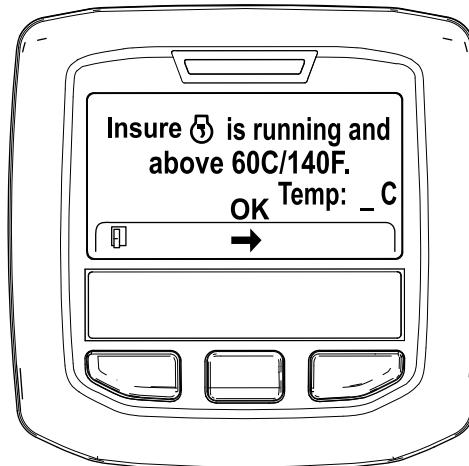

Рисунок 45
5. Если температура охлаждающей жидкости ниже 60 °C (140 °F), появится сообщение "Insure is running and above 60C/140F" («Убедитесь в том, что двигатель работает и температура выше 60 °C / 140 °F»). (Рисунок 45).